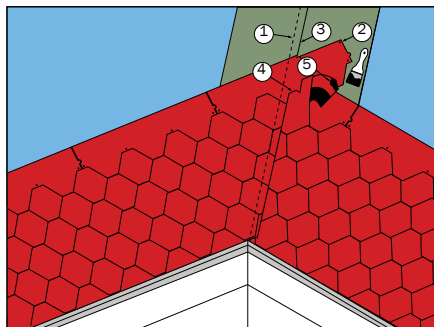

Рис. 19
Сначала монтаж рядовой черепицы выполняется на малоуклонном скате с нахлестом на более крутой скат на величину не менее 30 см (рис. 19). Каждая черепица дополнительно фиксируется с помощью кровельных гвоздей в верхней части (2). Не следует прибивать спе-